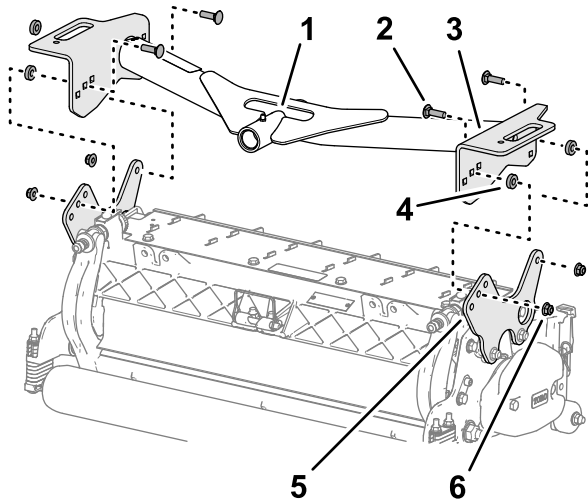

Figura 19
- Aliniați orificiile din plăcile cadrului de susinere față cu orificiile din plăcile de montare ale unității de tăiere (Figura 19).
- Aliniază un distanțier între placa de susinere și placa de montare (Figura 19) și asamblăi lejer plăcile și distanțierul cu un urub de fixare ( $\frac{3}{8}$ " x  $1\frac{1}{4}$ ") și o contrapiuliă cu guler ( $\frac{3}{8}$ ").